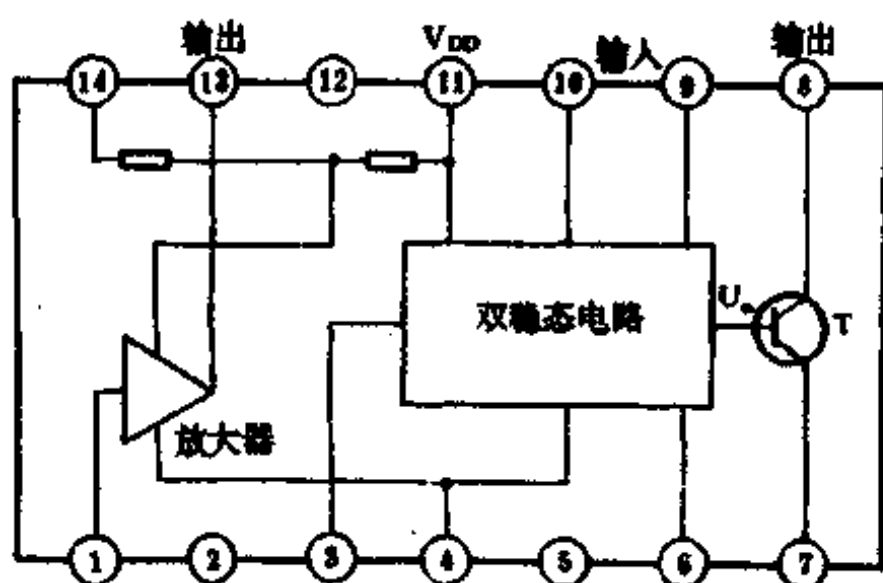

图 1-165 (SL517A 集成电路的内部原理及引脚功能)
由放大器、双稳态触发器、缓冲驱动器等单元电路组成(如图 1-165 所示)。设原先 SL517A 的⑧脚为高电位,继电器 J 处于释放状态,常开触点  $J_s$  处在断开位置,插座 X 内无 220V 交流电输出。如果此时按一下发射器遥控按键 S,由晶体管 BG1、电感线圈 L1、电容 C2 等组成的电路对发射来的脉冲信号进行放大,放大后的电信号由电容器 C4 耦合至 SL517A 的输入端①脚,经内部的放大器作再次放大,由③脚输出经电容器 C6、C7 耦合至内部双稳态触发电路的输入端⑨脚和⑩脚,使其发生翻转,其输出端 U0 变为高电位,缓冲驱动管 T 导通,⑧脚变为低电位,继电器 J 得电吸合,触点  $J_s$  闭合,插座 X 对外供电,此时插在 X 里的电器便开机工作。如果再按一下发射器遥控按键 S,接收器收到后,SL517A 的⑧脚就会翻转为高电位,继电器 J 失电释放,触点  $J_s$  断开,插座 X 停止对外供电,插在 X 里的电器就关机停止工作。